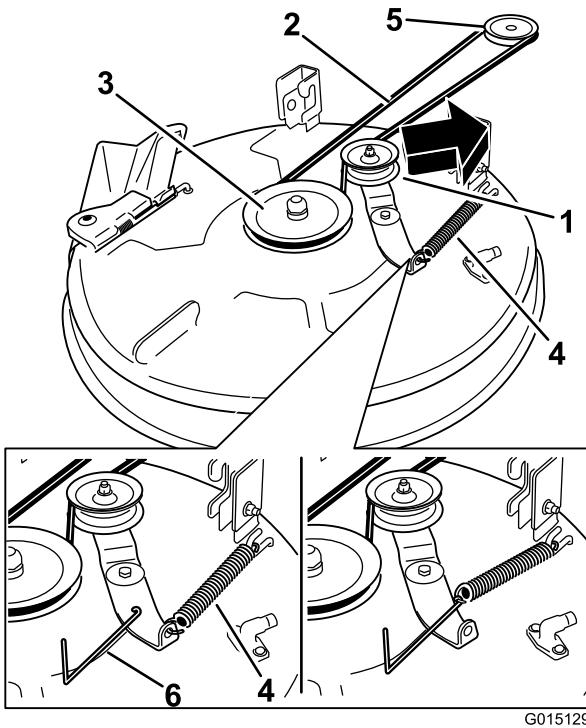

Figura 56
4. Usando una herramienta para la retirada de muelles (Pieza Toro N° 92-5771), retire el muelle tensor del gancho de la carcasa para eliminar la tensión de la polea tensora, y retire la correa de las poleas (Figura 56).
- Pase la correa nueva alrededor de las poleas del motor y del cortacésped (Figura 56).
- Usando una herramienta para la retirada de muelles (Pieza Toro N° 92-5771), instale el muelle tensor sobre el gancho de la carcasa y tense la polea tensora y la correa (Figura 56).